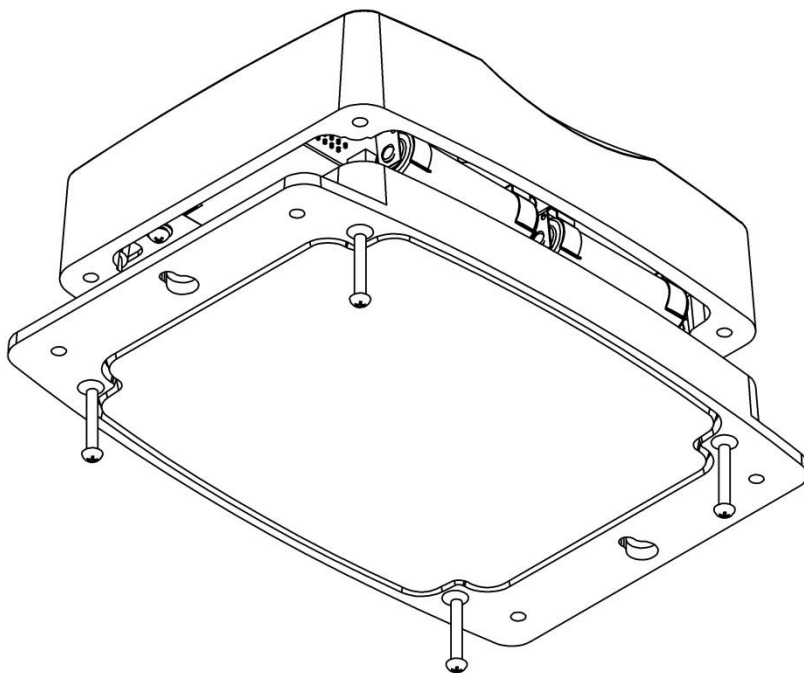
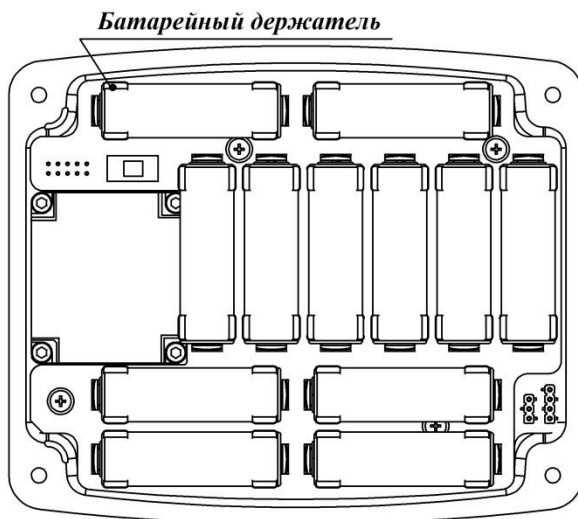

Рис. 3. Разборка устройства.
Рис. 4. Нижняя половина устройства.
6.2 Батареи устанавливаются в помещении (в целях защиты от атмосферных осадков) непосредственно перед запуском в эксплуатацию, для их установки необходимо открутить четыре винта, расположенных на нижней, опорной, части изделия, и отсоединить верхнюю половину устройства для доступа к батарейным держателям, как показано на рис.3. Батареи изначально устанавливаются при сборке изделия, для начала работы необходимо перевести переключатель в положение ON При самостоятельной установке элементов питания необходимо строго соблюдать полярность + и - , промаркированную на батарейных держателях как показано на рис.4, 5. При замене батареек после пребывания его при температуре ниже 5°C выдержать его при комнатной температуре не менее 3-х часов. Во время замены элементов питания в связи с плотным прилеганием их к корпусу батарейного держателя необходимо проверять надежность контакта элементов питания и клемм держателя, при необходимости придвинуть элемент питания к клемме держателя вручную.